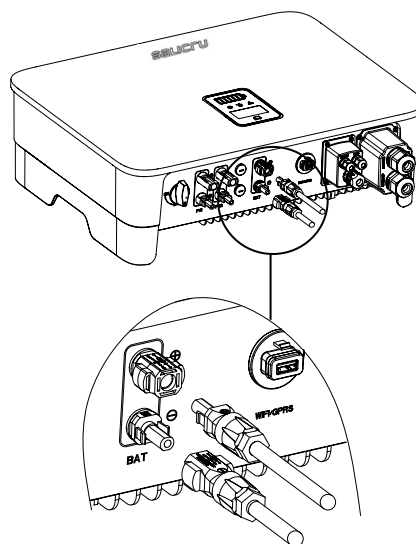

Fig. 51. Conexión de la batería.
6. Inserte los conectores positivo y negativo en los terminales respectivos de la batería del inversor. Un "clic" garantizará el correcto ensamblaje, como se muestra en la Fig. 51